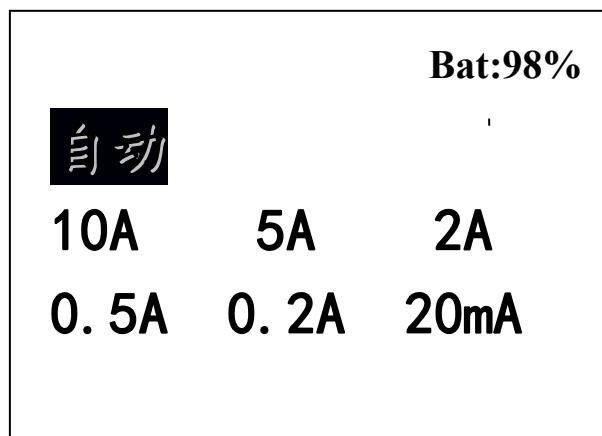

图 3
9. “充电”仪器内部电池充电指示, 插上AC220时, “充电”灯亮, 表示仪器电池充电。开机主菜单和电流选择菜单显示电池电量“Bat:98%”, 如图2, 图3。当电量低于40%时, 数字变成红色, 提示充电。
1) 选择电流：进入此菜单，如图 3
测量结束后，按“取消”返回上一级菜单。仪器放电完毕后如图 4，返回图 3 菜单。